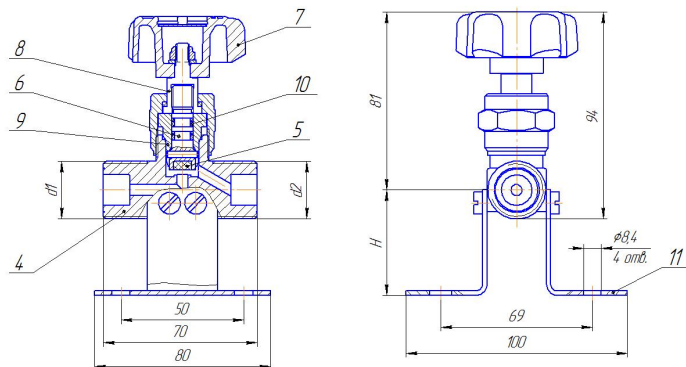

Рис. 1
4.1 Основные элементы клапана приведены на Рис. 1.
4.2 Клапан устанавливается в разрыв трубопровода и присоединяется к нему с помощью накидных гаек с резьбой G3/4 (для исп. -00, -01, -02, -19, -24, -25, -26, -27 (Рис. 1).